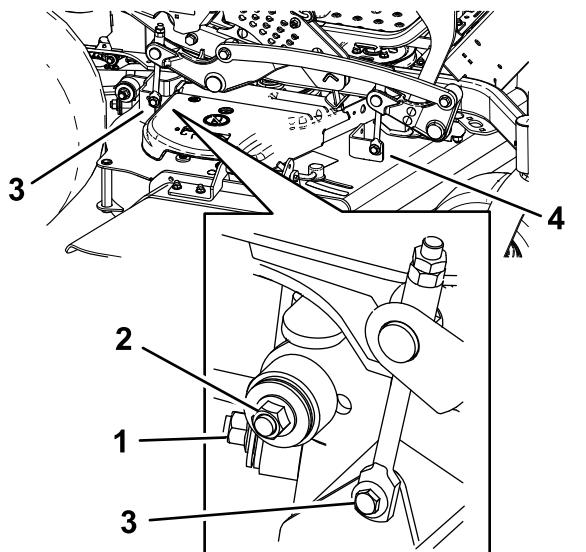

Figure 107
7. Enlevez et mettez de côté les fixations des deux côtés du tablier, comme montré à la Figure 107.